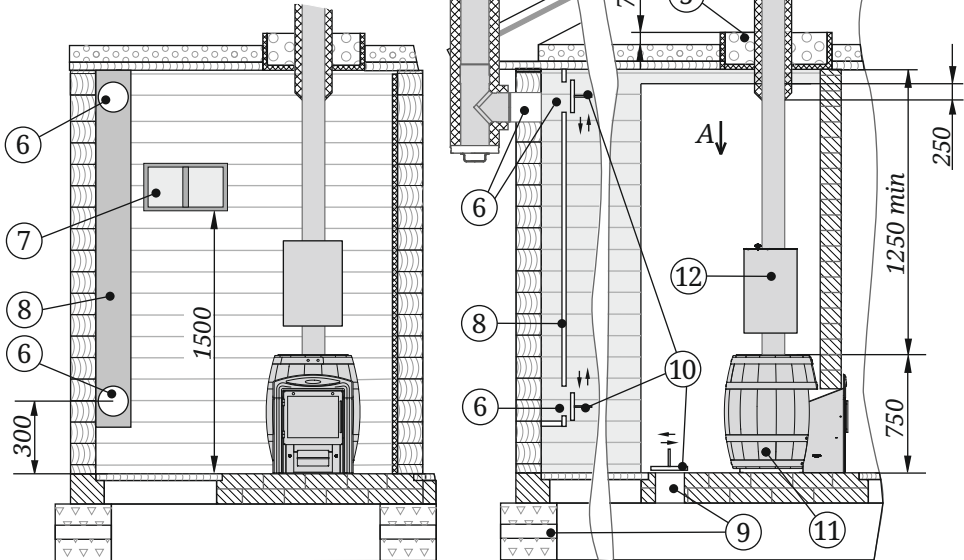

Рисунок 5. Схема монтажа печи
- пол из горючих и трудногорючих материалов перед дверцей топки застелить металлическим листом размером 700×500 мм (рисунок 5).
Для обеспечения хорошего воздухообмена, вентиляции и обеспечения оптимальных кондиций русской паровой бани, в парной необходимо организовать приточно-вытяжную вентиляцию (см. рисунок 5).